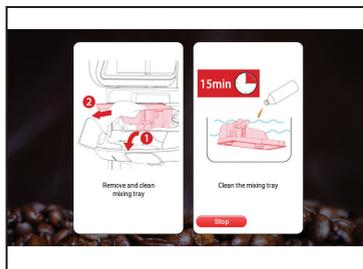

图 6
5. 显示屏将显示**清洁冷藏盒，按下回车以确认**，按下回车确认并继续。显示屏将显示：**取出搅拌盘并清洁** (见图 6)。按照屏幕上的说明清洁搅拌盘。